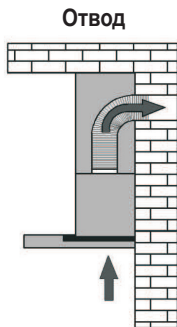

Рис. 2
1) Отвод (рис. 2) - воздух отводится из здания через соединение вытяжки с вентиляционной трубой с помощью жесткой пластиковой трубы диаметром 120 мм с применением труб и фитингов.